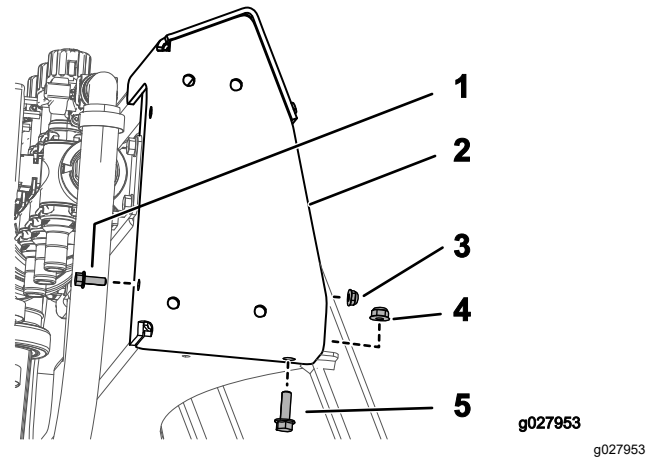

Bild 9
1. Befestigen Sie die obere Halterung mit einer Schraube (1/4"-20 x 3/4"), einer Mutter (1/4"-20), einer Schraube (5/16"-18 x 1") und einer Bundmutter (5/16"-18), wie in Bild 9 abgebildet.